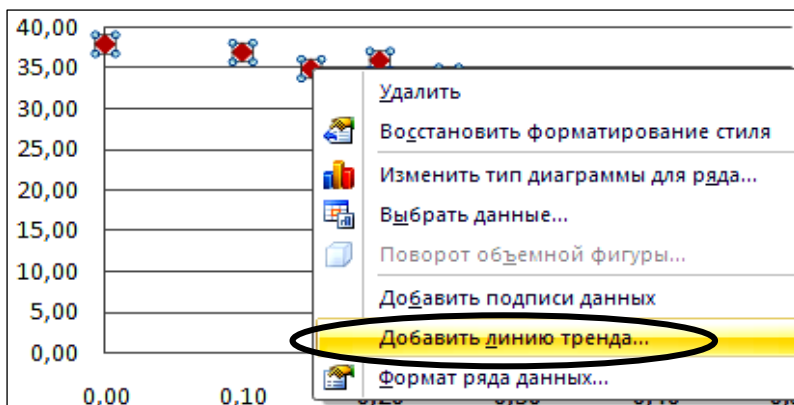

Рис. 5.2. Добавление линии тренда на диаграмму
2. В контекстном меню выделенной диаграммы выполнить команду *Добавить линию тренда* (рис. 5.2).